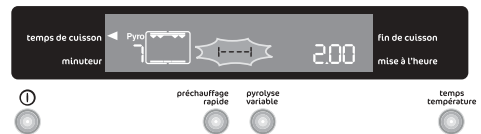

Fig. 20
3. En même temps, le symbole indiquant les supports des grilles |---| (s'ils sont présents dans l'appareil) et l'indication "**Pyro**" clignotent sur l'écran et un signal sonore retentit (Fig. 20).
3. En même temps, le symbole indiquant les supports des grilles [----], s'ils sont présents dans l'appareil, et l'indication "**Pyro**" clignotent sur l'écran et un signal sonore retentit (Fig. 20). Avant d'activer la fonction pyrolytique, enlevez les supports des grilles, si présent, et tous les accessoires de four (suivez les instructions au-dessus).